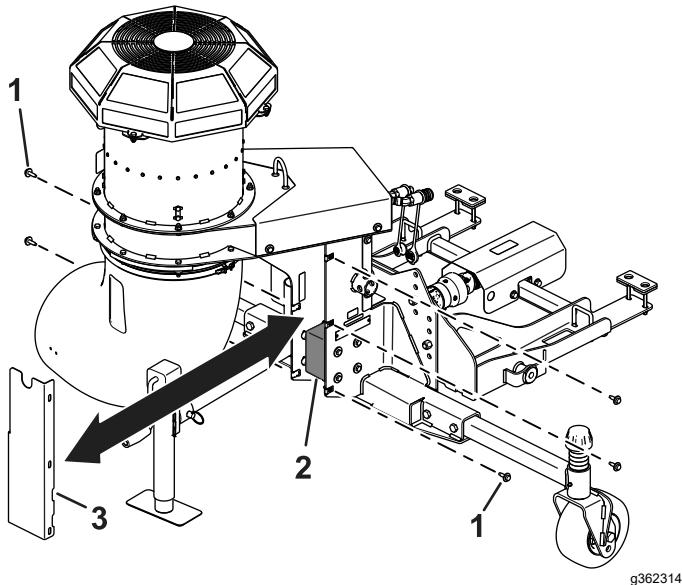

Figure 24
2. Retirez les 5 boulons et rondelles qui fixent le couvercle du boîtier d'engrenages sur le souffleur (Figure 24).
3. Déposez le couvercle pour exposer le boîtier d'engrenages du souffleur (Figure 24).